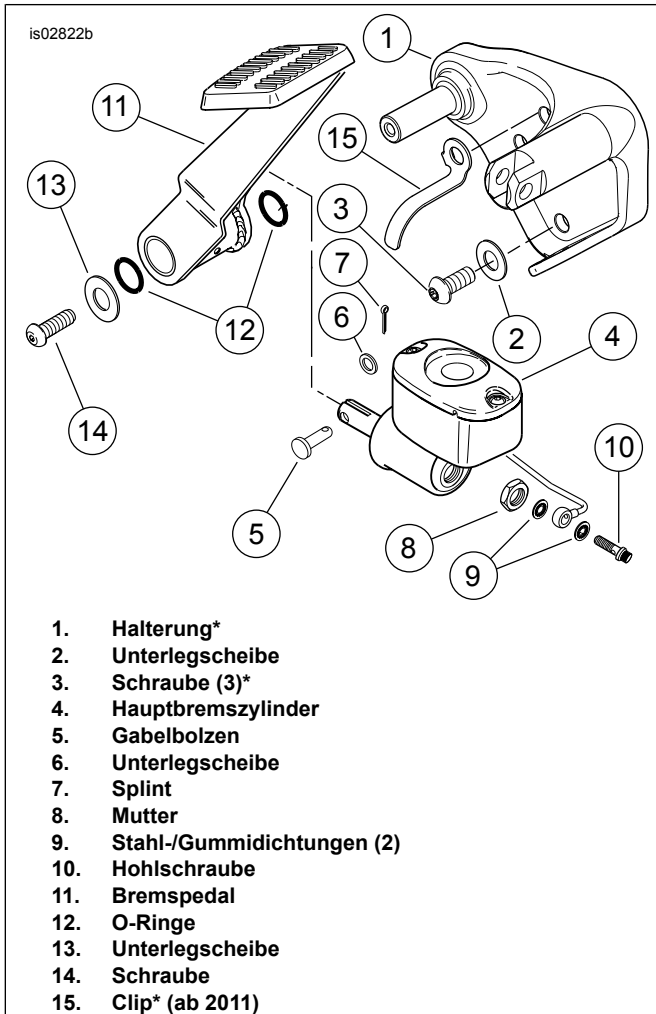

Abbildung 1. Rechte Trittbrett-Befestigungshalterung und Bremshebelkomponenten
1. Siehe Abbildung 1. FL-Bremspedal (11) und Fußraste (nicht abgebildet) ausbauen.
2. Hauptbremszylinder (4) gemäß Anweisungen im entsprechenden Werkstatthandbuch ausbauen.
4. Die neue rechte Chromhalterung (1) und drei verchromte Schrauben (3) aus dem Satz bereitlegen.
5. Siehe Abbildung 1. Die zuvor ausgebauten Dichtungen (2) auf die Schraubengewinde aufsetzen. LOCTITE® 243 (Blau) auf die Gewinde auftragen und die neue Halterungsbaugruppe am Motorradrahmen befestigen. Die Schrauben auf ein Drehmoment von 54,2 N·m (40 ft-lbs) anziehen.
6. Das neue Bremspedal (11) zur Hand nehmen und sicherstellen, dass die O-Ringe (12) in Stellung bleiben. Das neue Bremspedal auf den Befestigungshalterungsschaft schieben. Die Schraube (14) und Unterlegscheibe (13) anbringen. Auf ein Drehmoment von 16–22 N·m (12–16 ft-lbs) anziehen.